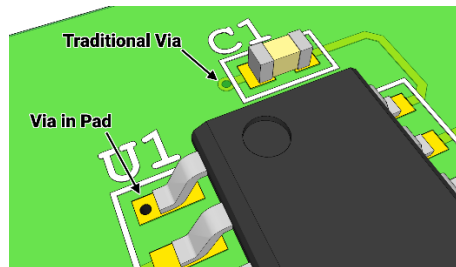

Figure 13 Exemple de via in pad5
- b) Vias in pad : Si vous utilisez des *vias in pad*, assurez-vous que les vias soient remplis à la fabrication sinon, l'étain sera aspiré par capillarité et il est possible que des circuits ouverts apparaissent (Figure 13).